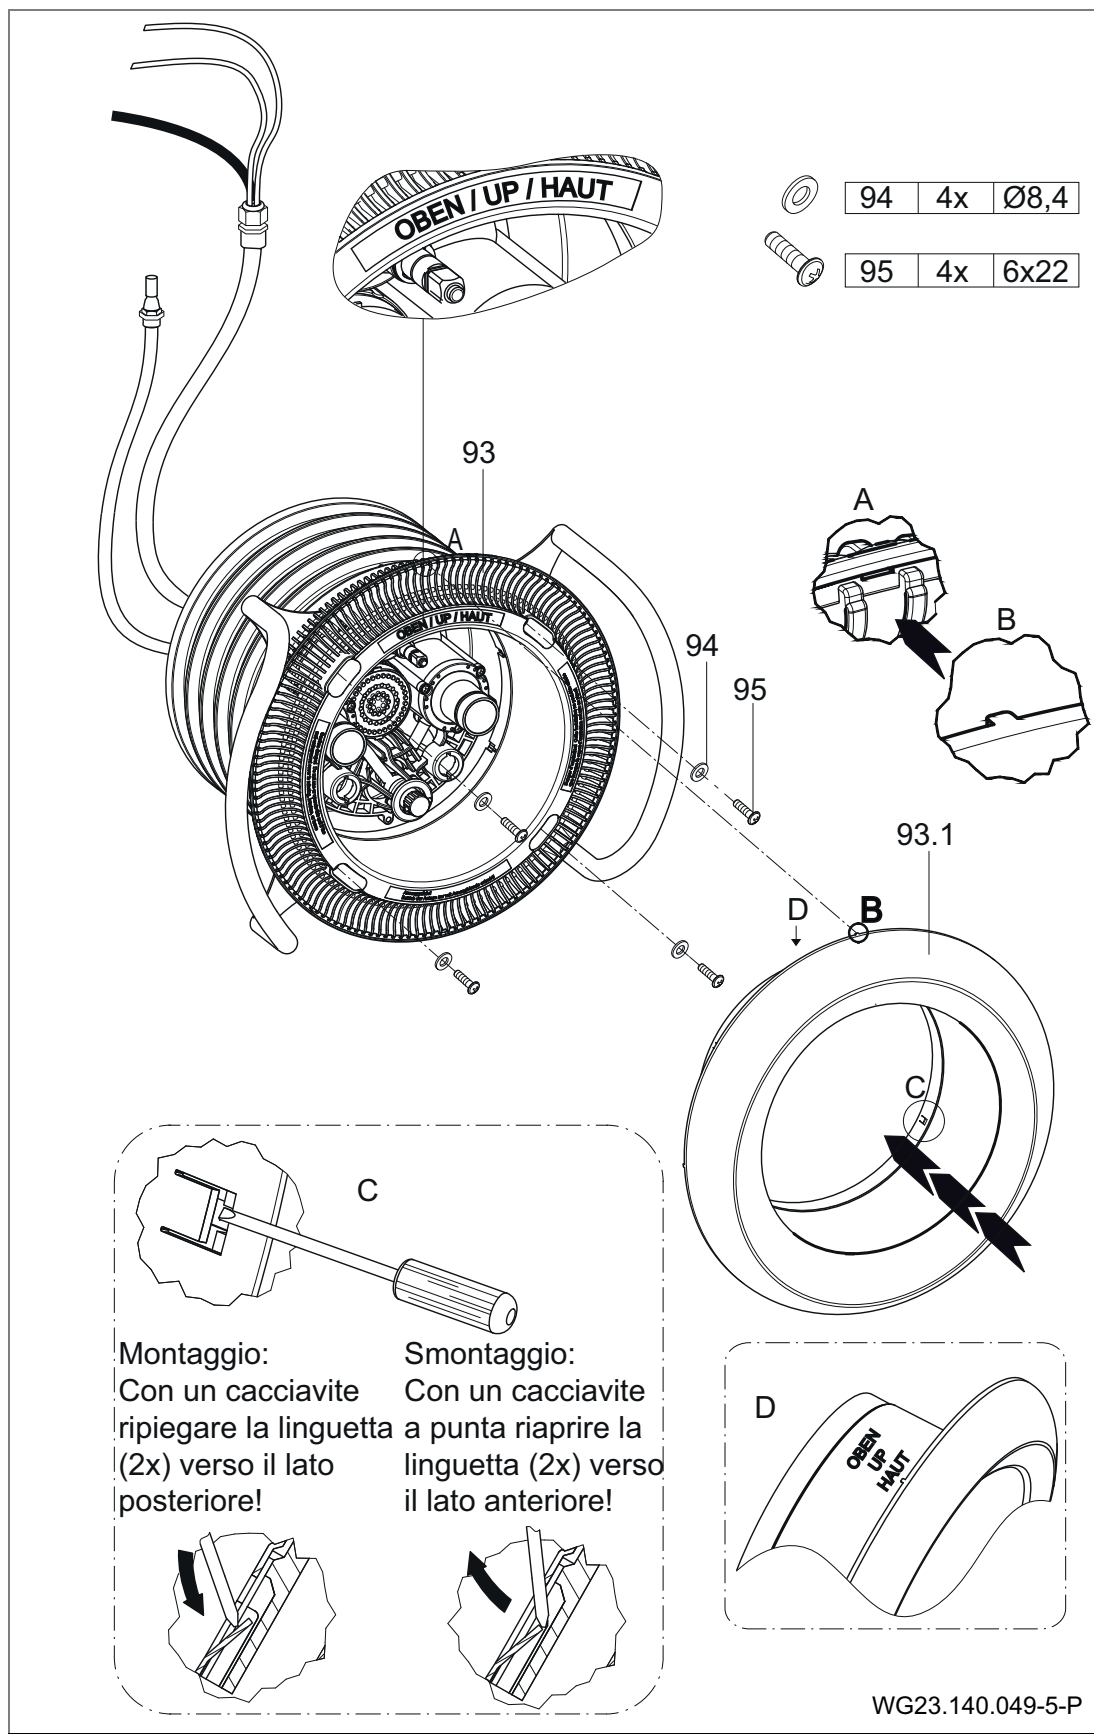
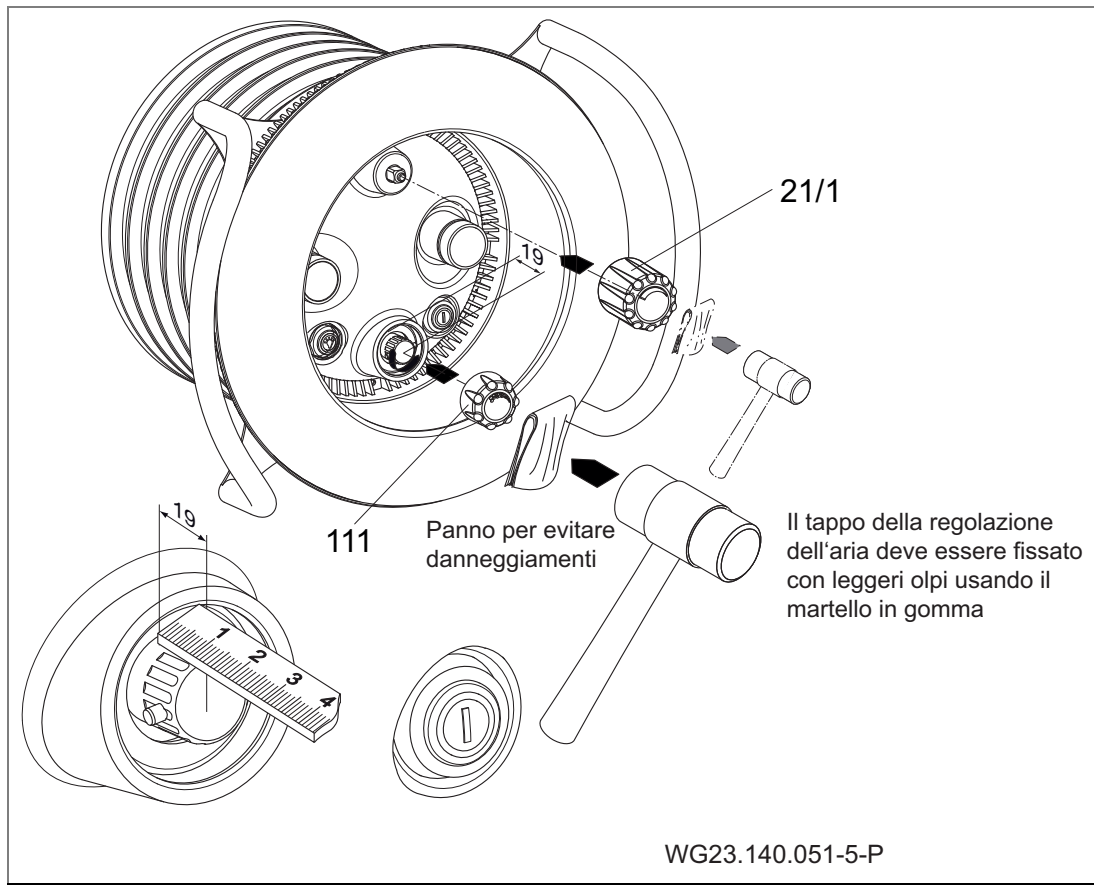

Fig. 17
Fig. 19
8. Applicare la copertura di aspirazione (93) sull'anello elastico (28) e fissarla con le quattro rondelle (94) e le quattro viti autofilettanti (95). (Fig. 17)
9. Posizionare la copertura di acciaio inox (93.1) con i noduli di centraggio sulle cavità presenti sulla copertura di aspirazione (93) e unire a pressione manualmente. Attenzione alla scritta "OBEN" (ALTO) sulla copertura di acciaio inox. Per bloccare la copertura, con un cacciavite ripiegare all'indietro le due linguette sfalsate lateralmente. (Fig. 17)
12. Primavera: Con un martello di gomma ed un telo di protezione fissare i cappucci della regolazione della portata (111) e della regolazione dell'aria (21/1). (Fig. 19)
- 1. Sfilare il coperchio per la regolazione della portata (111) e dell'aria (21/1). Vedere "Fig. 19".
- 2. Allentare le viti autofilettanti (112) e rimuovere la copertura della luce (110).
- 3. Piegare in avanti le due linguette della copertura di acciaio inox e rimuovere la copertura. Vedere "Fig. 17".
- 4. Allentare le viti autofilettanti (95) e rimuovere la mascherina/copertura di aspirazione (93) e il maniglione di sostegno (70).
- 5. In caso di necessità, allentare le viti autofilettanti (61). Rimuovere l'alloggiamento degli ugelli (102.1). Durante questa operazione tener conto del tubo dell'aria (4) che è fissato sul corpo da murare (1).
- 6. Svitare le viti (52). Rimuovere il maniglione di sostegno (70), l'anello elastico (28) e la guarnizione ad anello elastico (27).